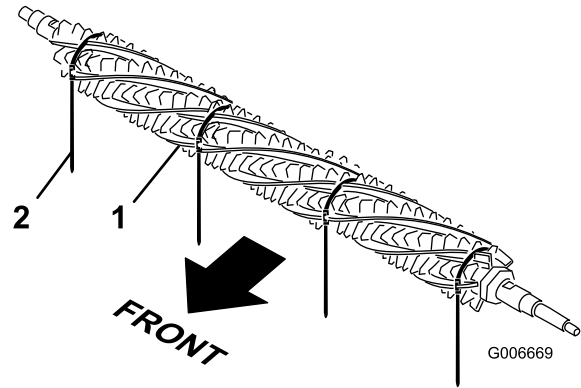

Figura 38
1. De um lado do cilindro do rastelo, faça deslizar uma escova para cada ranhura em torno de todo o comprimento do cilindro do rastelo (Figura 38).